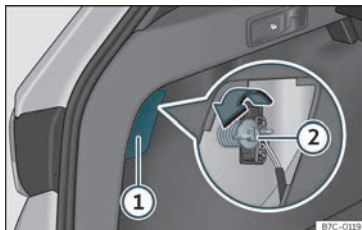

Fig. 49 Maleteiro: acceso ao parafuso de fixación da unidade de luz traseira.
- Retire a tapa facendo panca co lado plano dun desaparafusador no rebaixe»» **fig. 49** ①.
- Desenrosque coa man ou con axuda dun desaparafusador o parafuso de fixación do piloto»» **fig. 49** ②.